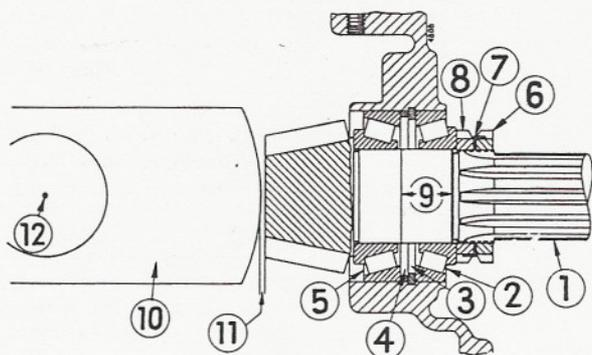

Figure 320
Il n'y a en principe aucune différence entre le réglage de l'arbre ancienne version et celui de l'arbre nouveau modèle. Dans un cas comme dans l'autre, on règle au moyen d'une cale (4) la distance entre le pignon d'attaque et le centre de la couronne (12) du différentiel (fig.320). Pour cette raison, on emploie, avec la nouvelle version comme avec l'ancienne, le même arbre-jauge.
2. Placez le circlip (3) dans le carter. Ce circlip ne doit pas présenter de jeu axial. Il en existe 5 modèles différents, dont l'épaisseur varie de 0,05 en 0,05 mm. L'épaisseur du nouveau circlip doit donc correspondre à celle de la gorge.
3. Placez dans le carter la cale (4) et les deux bagues extérieures de roulement (2 et 5). Ensuite, introduisez l'arbre (1), sur lequel vous passez le roulement (2). Un siège (9) est prévu pour ce roulement (2) sur l'arbre et on le monte et démonte avec aisance par coulissement, fig.320.
4. Vissez et serrez l'écrou (8) sur l'arbre. Montez le frein (7) et vissez le second écrou (6).